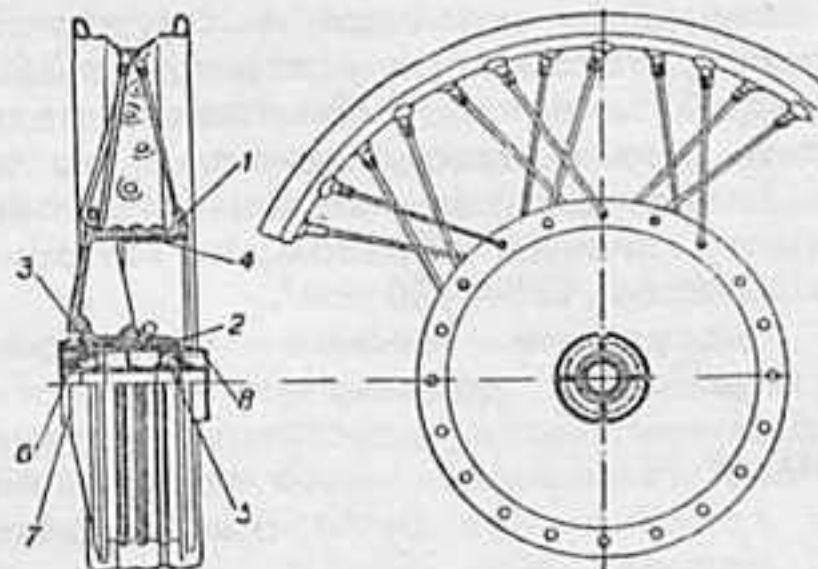

Рис. 4. Колесо мотоцикла М-53.
Конструкция колеса проста (рис. 4). Корпус его (1) отливается под давлением из алюминиевого сплава вместе со ступицей (2) и тормозным барабаном (4). В ободе делаются отверстия под ниппели спиц. Надежная фиксация ступицы в литом корпусе обеспечивается штампованным зубчатым манжетом (3), приваренным к ступице точечной сваркой. Спицы выполнены более короткими, что устранило частые их обрывы в местах соединения с алюминиевыми фланцами колеса.